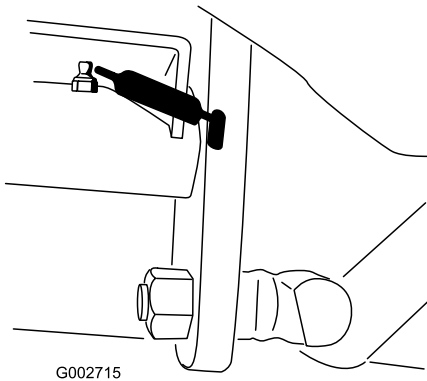

Bild 20
- 1 Traktionspedal-Drehlager (Bild 20).